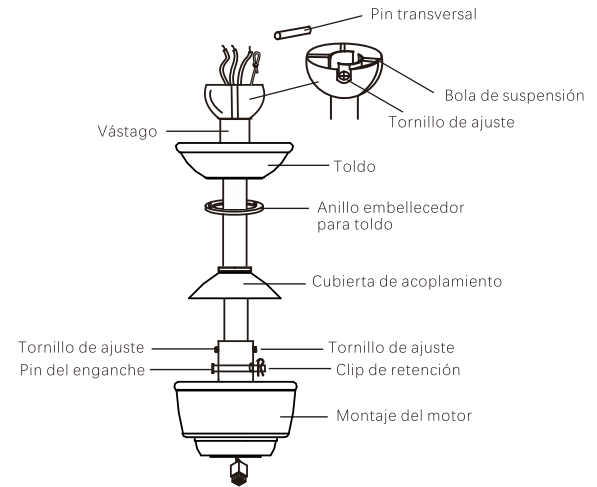

Imagen 9
**Paso 8.** Deslice la cubierta de acoplamiento, el anillo embellecedor para toldo y el toldo hacia el vástago. (Imagen 9)
Enrosque la bola de suspensión en el vástago, coloque el pin transversal a través del vástago y ajuste. Ahora ajuste el tornillo de ajuste. (Imagen 9)